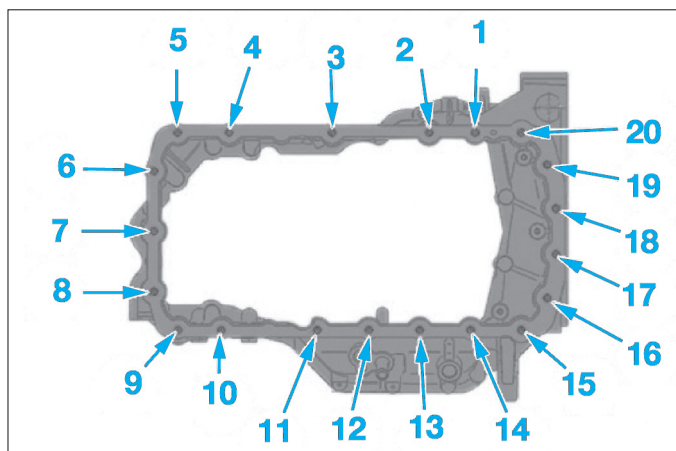

Fig. 96
- Reposer le carter d'huile supérieur en respectant le couple et l'ordre de serrage prescrits (Fig.96).